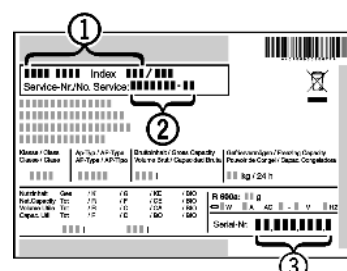

Fig. 4
- Denominación del aparato Fig. 4 (1), nº del servicio técnico Fig. 4 (2) y nº de serie Fig. 4 (3) en la placa de identificación. La placa de identificación se encuentra en la parte interior izquierda del aparato.
- Informe al servicio postventa e indique el fallo, la denominación del aparato Fig. 4 (1), el nº del servicio técnico Fig. 4 (2) y el nº de serie Fig. 4 (3).